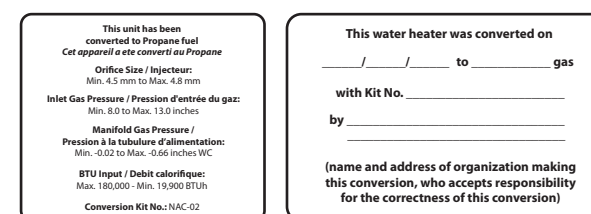

Figure 11. Emplacement des étiquettes de conversion du gaz
- Une fois les valeurs de CO₂ ou de correction confirmées, appliquez les étiquettes de conversion incluses afin d'indiquer que l'appareil a été converti au gaz propane. Placez ces étiquettes à côté de la plaque signalétique, comme indiqué à la figure 11.